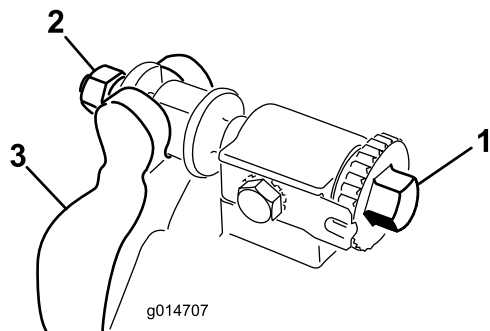

図 17
1. ベッドバー調整ネジを左に回してベッドナイフとリールの接触をなくす（図 17）。